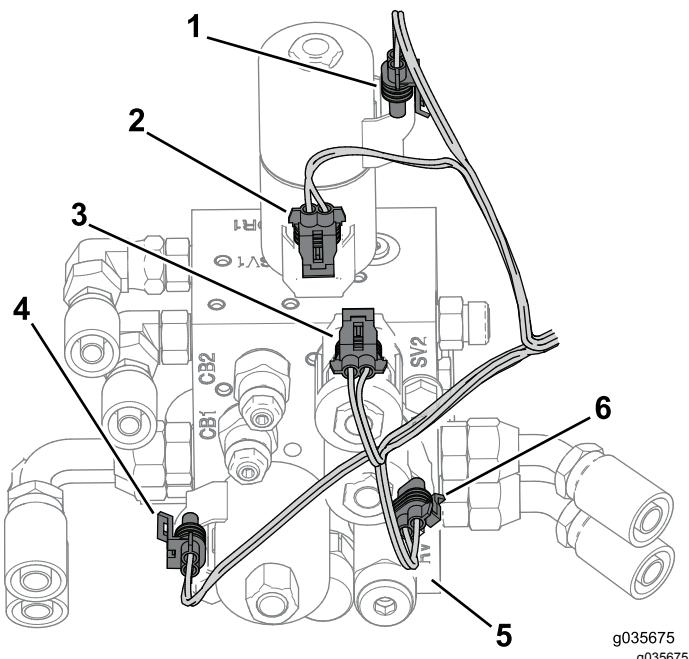

Figura 22
4. Conecte el arnés de cables al colector hidráulico (Figura 22).